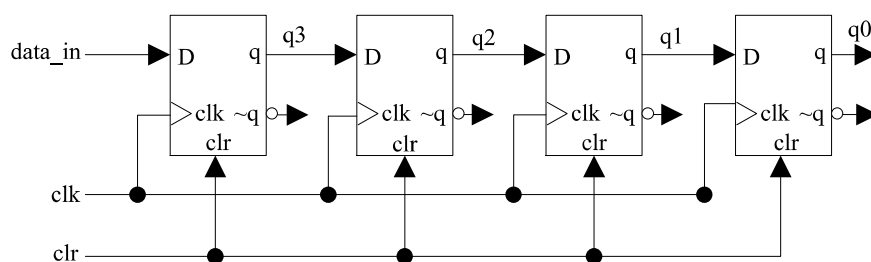

图 12-1
3. 图 12-1 所示为 4 位移位寄存器的逻辑图，本实验中用 Verilog 语句来描述。